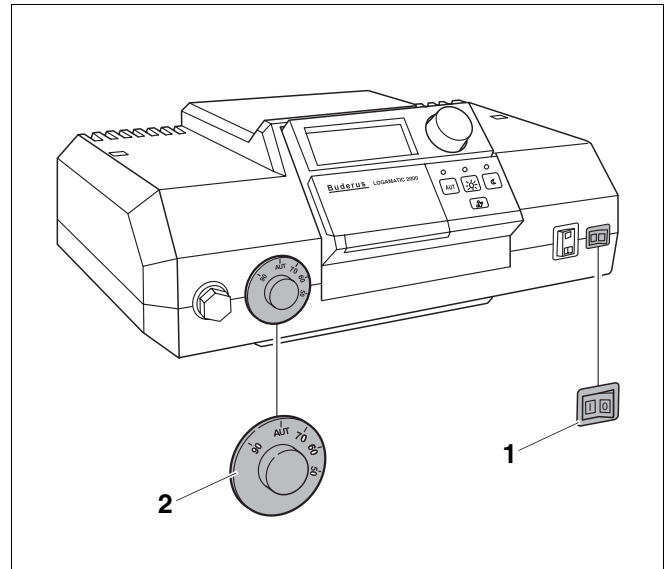
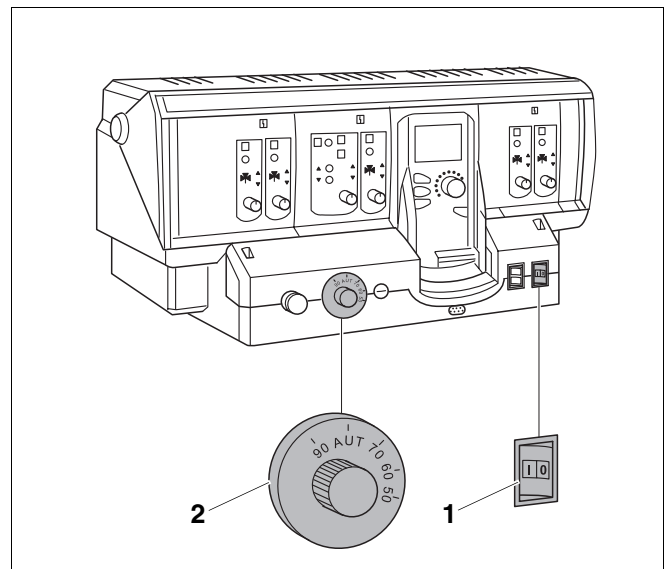

Abb. 2 Regelgerät (hier z. B.: Logamatic 2107)
Abb. 3 Regelgerät (hier z. B.: Logamatic 4211)
Nehmen Sie Ihren Heizkessel über das Regelgerät in Betrieb (im Beispiel hier Abb. 2: Regelgerät Logamatic 2107 und Abb. 3: Regelgerät Logamatic 4211). Mit der Inbetriebnahme des Regelgerätes nehmen Sie automatisch den Brenner mit in Betrieb. Der Brenner kann anschließend vom Regelgerät gestartet werden. Weitere Informationen dazu können Sie in der Bedienungsanleitung des jeweiligen Regelgerätes nachlesen.
- Stellen Sie den Betriebsschalter (Abb. 2 oder Abb. 3, **Pos. 1**) in Stellung „I“ (EIN).
- Stellen Sie den Kesselwassertemperaturregler (Abb. 2 oder Abb. 3, **Pos. 2**) auf „AUT“ oder stellen Sie bei Konstantregelung die gewünschte Temperatur (mindestens 55 °C) ein .
- Stellen Sie den Betriebsschalter (Abb. 3, Seite 7) in Stellung „0“ (AUS).
- Betriebsschalter (Abb. 2 und Abb. 3, **Pos. 1**, Seite 7) kurzzeitig (ca. 2 Sekunden) ausschalten und wieder einschalten .